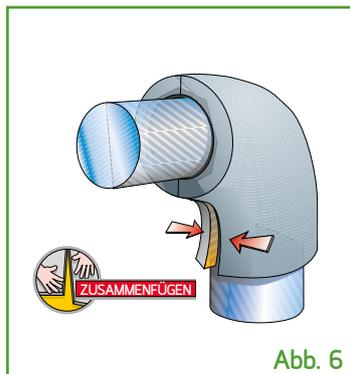

Abb. 6
6) Die hergestellte Isolierung auf die Biegung des Rohrs aufziehen und die Innenränder miteinander vereinen, wobei ein entsprechender Druck ausgeübt werden muss. (Abb. 6)